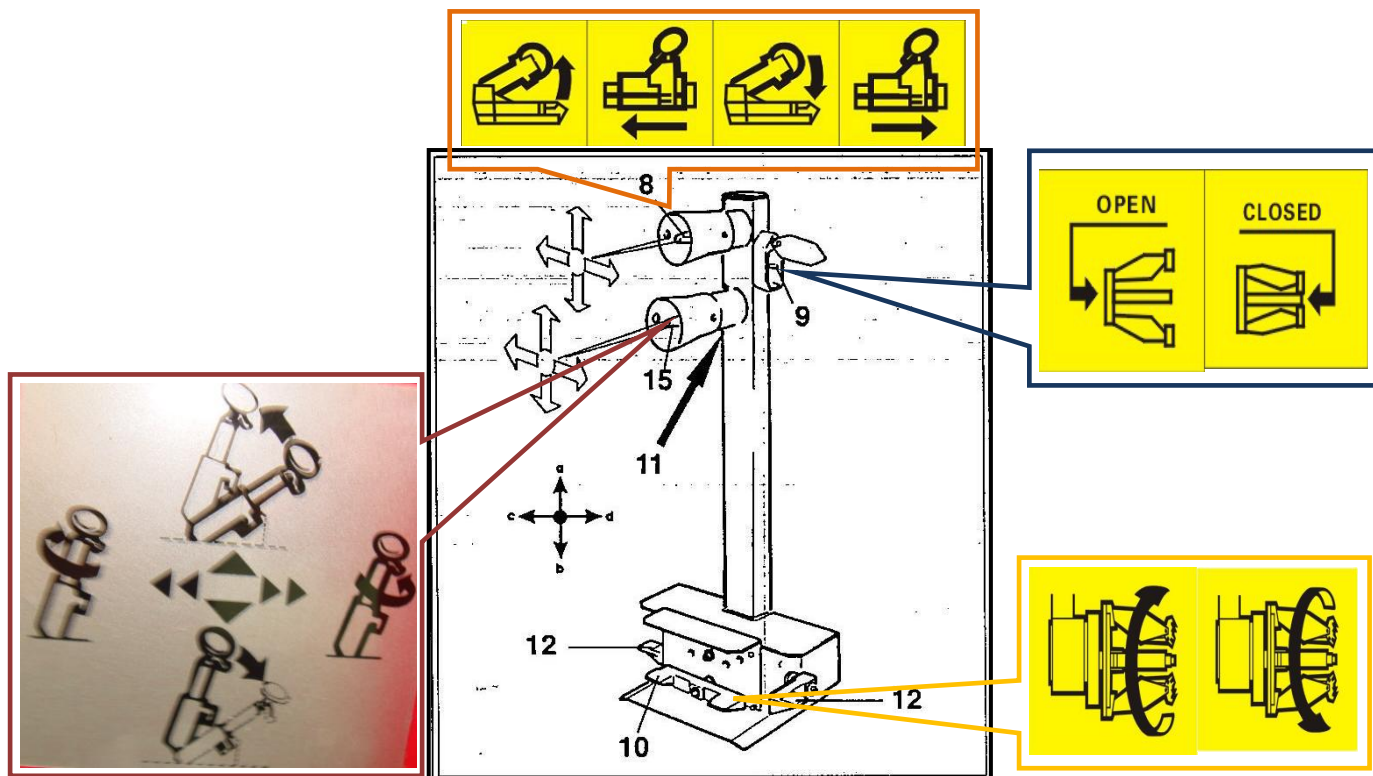
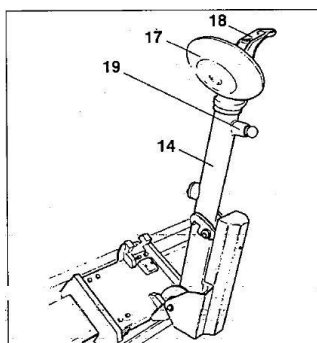
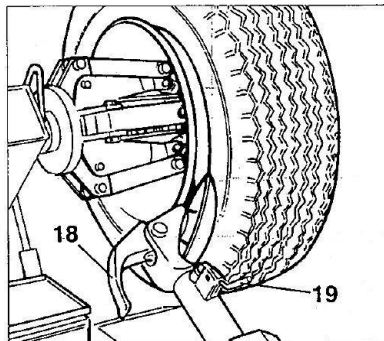

Fig.6.2
Fig.6.3
Fig.7.4
Det mobile kontrolcenter (fig. 6.2) gør det muligt for operatøren at arbejde fra enhver position omkring maskinen. På det mobile kontrolcenter er følgende kontroller placeret.
1. **Øverste joystick (8, Fig.6.2)** som i position a løfter armen og i position b sænker den. I position c flyttes værktøjsholderen mod højre og værktøjsarmen samtidigt mod venstre, (så de nærmer sig hinanden). I position d flytter værktøjsholderen mod venstre og armen mod højre (så de kommer længere fra hinanden) Bemærk: På beskyttelseskappen til håndtaget er der et hul svarende til position c
2. **Nederste joystick (15, Fig.6.2)** når det bevæges opad bringes værktøjsarmen i hvileposition. Når det bevæges nedad b, bringes armen i arbejdsposition. Når det bevæges mod venstre c, drejes værktøjet 180° mod uret. Når det bevæges til højre d, drejer det værktøjet modsat til dets start position.
3. **Kontakt til spændepatronen (9, Fig.6.2)** når den flyttes opad, åbnes armene på den selvcentrerende spændepatron (låsning). Når den bevæges nedad lukker spændepatronen (lås op).
4. **Pedalen (10, Fig.6.2)** når der trykkes på den venstre eller højre side, bevæges spændepatronen i samme retning som vist med pile placeret på fodpedalen.
5. **Kontakten "second speed" (11, Fig.6.2)** Når den samtidig påvirkes med fodpedalen (10, Fig.6.2), Roterer spændepatronen med høj hastighed..
6. **Kontakten "second speed" (12, Fig.6.2)** flytter spændepatronen og værktøjsarmen i høj hastighed
På dækmaskinen er der også en knap (19, Fig.6.3) Som frigør værktøjet, så det er muligt at udskifte det til andre værktøjer
- 1) Flyt den nederste joystick (15, Fig.6.2) opad (a) Værktøjsarmen (14, Fig.6.3) Skal være i hvilestilling.
- 2) Med værktøjsarmen i hvileposition bevæg det øverste joystick (8, Fig.6.2) op (a): spindlens bærearm (2, Fig.3.1) Bevæger sig op, flyt joysticket ned (b): armen sænkes.
Flyt joysticket mod venstre(c): spindlens holdearm (2, Fig.3.1) bevæger sig mod højre og værktøjsarmen (14, Fig.6.3) mod venstre; De to arme nærmer sig hinanden.
Gentag ("c" and "d") og tryk samtidigt på en af de to pedaler (12, Fig.6.2): De ovenfor beskrevne bevægelser sker i hurtig hastighed.
- 3) Tryk kontakten (9, Fig.6.2) opad.: Spindlens arme (3, Fig.3.1) skal åbnes; Tryk kontakten ned og spindlens arme skulle lukke.
Gentag denne operation og tryk samtidigt på en af de to pedaler (12, Fig.6.2): De ovenfor beskrevne bevægelser sker i hurtig hastighed.
- 4) Tryk på den højre pedal (10, Fig.6.2): og spindlen (3, Fig.3.1) skal rotere med uret, tryk på den venstre pedal og spindlen roterer mod uret.
Tryk kontakten (11, Fig.6.2) ned, og gentag som beskrevet ovenfor. Spindlen roterer hurtigere.
- Bevæg omskifteren (9, Fig.6.2) op, indtil spindelarmen er helt ude.
5. Med kæberne (22, Fig.3.1) i lukket position, flyt hjulet på rullebordet til spændepatronen. Betjen kontakten til spændepatronen (9, Fig.6.2) for at åbne den og låse den til indersiden af fælgen.
- 7) Ved hjælp af joysticket (15, Fig.6.2) vip armen til hvileposition og lås den her. (Fig.7.4).
N. B.: Medens man bryder vulsten, kan kroen (18, Fig.7.4) fjernes, så den ikke er i vejen